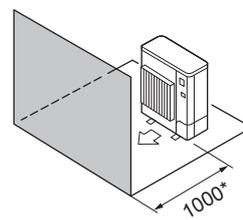

Fig. 2-5
- ④ Окружающие предметы - только спереди (Fig. 2-5)